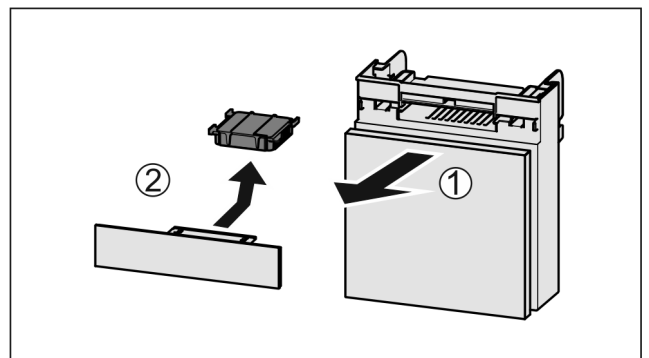

Fig. 185
- ▶ Pretinac izvucite Fig. 185 (1) prema naprijed.
- ▶ Izvadite filter s aktivnim ugljenom Fig. 185 (2).